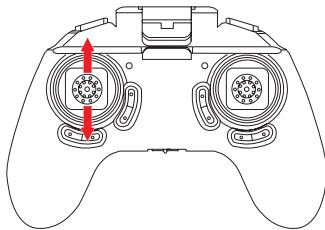

Figure 1: Appairage
2. Connecter la radiocommande au drone en orientant le joystick de gauche vers le haut puis le bas (Figure 1).